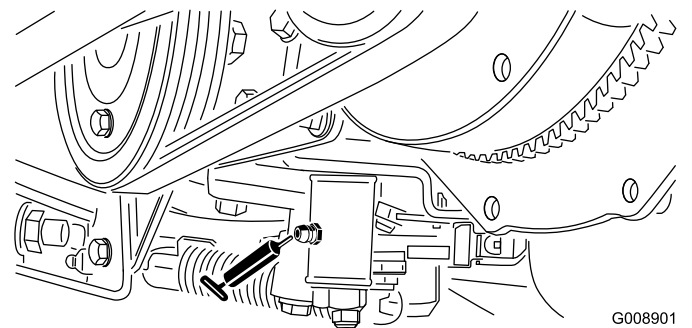

Bild 38
- LeerlaufEinstellung (Bild 38)